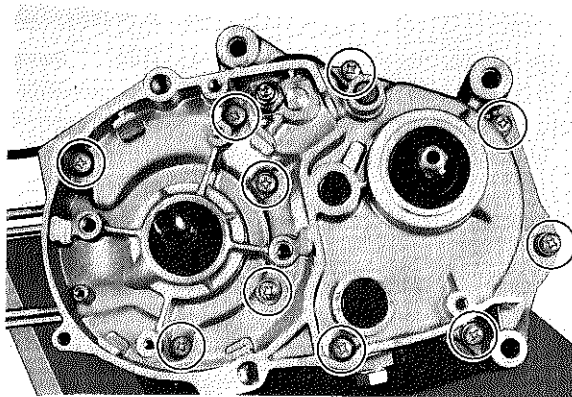

Fig. 3-2-11
1. Working in a crisscross pattern, loosen Phillips head screws 1/4 turn each. Remove them after all are loosened. (Fig. 3-2-11)
1. Desserrer toutes les vis hexacaves de 1/4 de tour, en travaillant par paires diamétralement opposées. Une fois toutes ces vis desserrées, on peut les enlever une à une (Fig. 3-2-11).
1. Alle Innensechskantschrauben überkreuz um jeweils 1/4 Umdrehung lösen, dann ausdrehen. (Fig. 3-2-11)